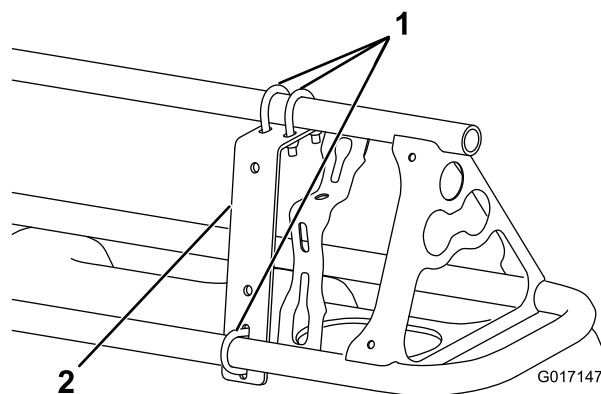
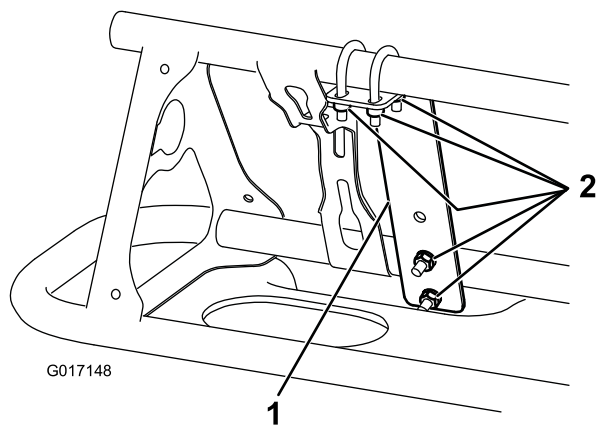

図 5
図 6
- 各boomの一番外側のノズルの近くに、取り付けブラケットをboomの前側に取り付ける；Uボルト(3本)、ロックナット(6本)(1/4 インチ) (図 5 と 図 6)。